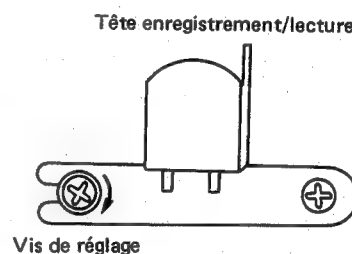

Figure 22.
5. En effectuant la lecture de la bande d'essai (avec un signal de 6,3 kHz enregistré), régler la vis de réglage d'azimut (indiquée sur la figure 22) pour atteindre un signal de sortie reproduit maximum. Pour régler la vis, s'assurer de la tourner dans le sens des aiguilles d'une montre et d'appliquer la vis de blocage sur celle-ci une fois le travail effectué.